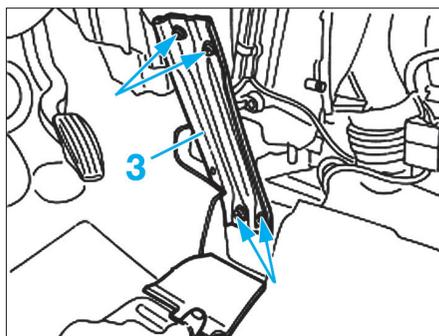

Fig. 19
- Déposer le renfort (3) entre la traverse et la caisse (Fig.19).